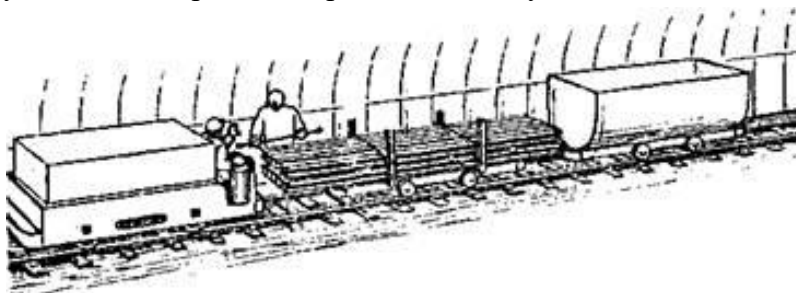

Рисунок 16
46. При погрузке лесоматериалов образовалась ситуация, показанная на рис.16.